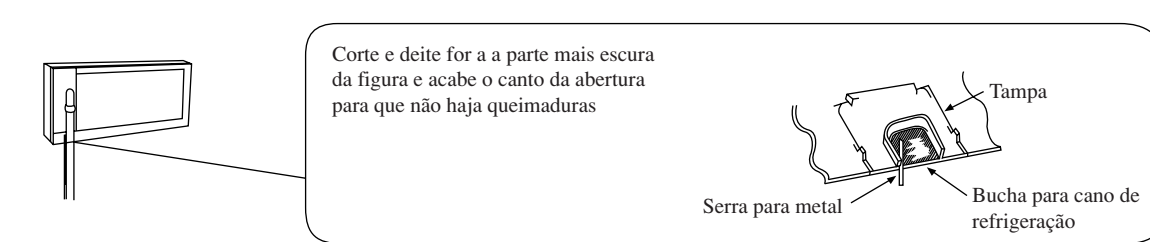

Fig. 3-6
(2) No caso de os canos de refrigeração serem instalados por baixo, por o lado esquerdo, corte a bucha e insira o cano nela. (Fig. 3-6).